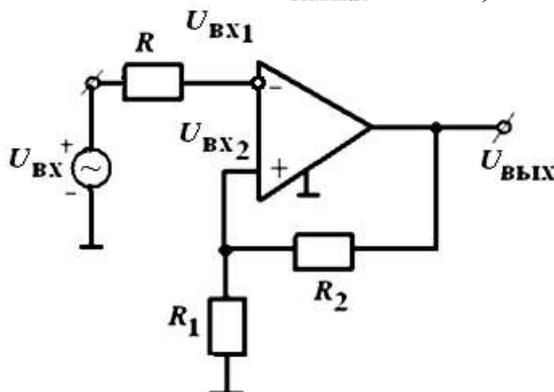

Рис. 12
12. Найти значение сопротивления  $R_1$  в схеме триггера Шмитта на рис. 12, чтобы гистерезис переключения составлял 4 В.  $U_{\text{ВЫХ.макс}} = \pm 14$  В,  $R_2 = 5$  кОм.